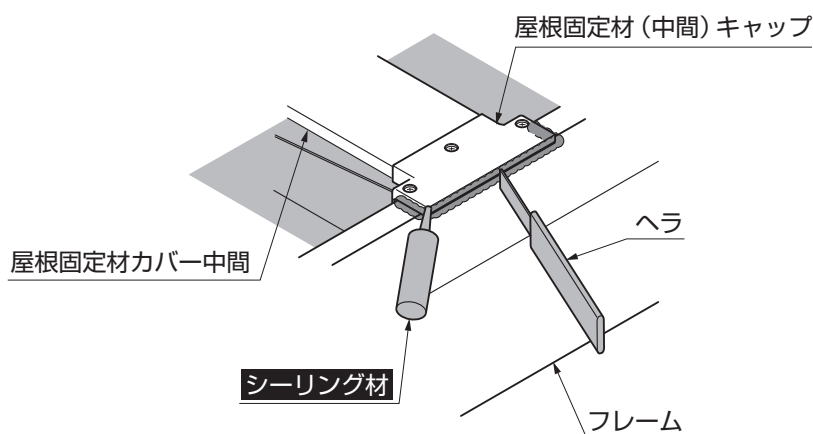

図10-5 C部詳細図
- ③ C部屋根固定材（中間）キャップ、フレームの接合部へシーリング処理してください。（図10-5参照）